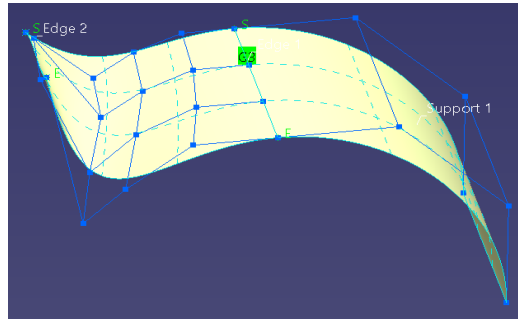

Figura 3.18 Continuidad G3 al cambiar la superficie adyacente al orden 4x2.
- Cambiando el orden de la superficie adyacente a 4x2 (Figura 3.18)